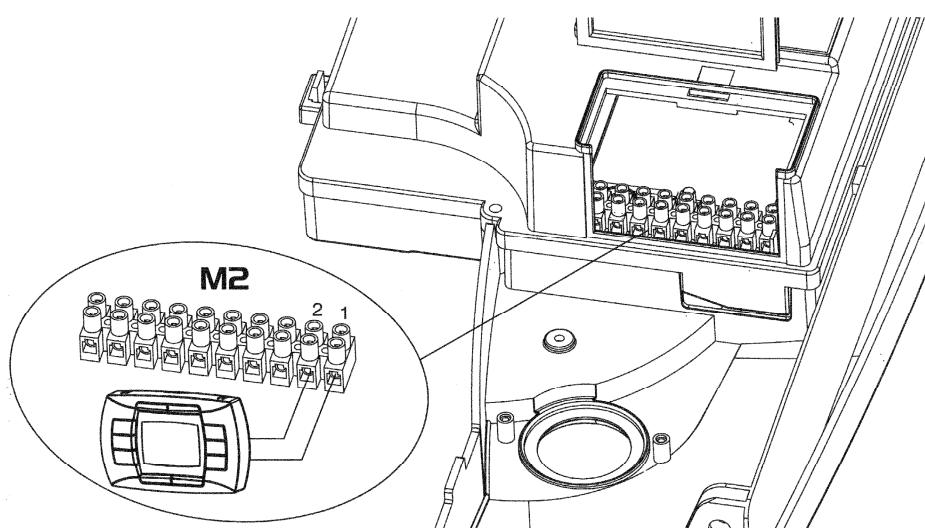

Рис.12
- открыть доступ к клеммной колодке **M2** как показано на рис.12;
- Открутить винт на штуцере (**Pa**, рис. 12а) и присоединить к штуцеру (**Pa**) манометр.
- Проверить динамическое входное давление газа (штуцер **Pa**, рис. 12а). Номинальные давления: **20 мбар** для природного газа, **37 мбар** для пропана или **30 мбар** для бутана.
- Открутить винт на штуцере **Pb** (рис. 12а) и присоединить к штуцеру **Pb** манометр. Для моделей 240 i/Fi использовать штуцер (3) расположенный на трубе подачи газа (Рис.12 б).
Рис.12а
Рис.12б (модели 240 i - 240 Fi)
- 1) снять трубку подачи газа (поз.1 на Рис.12б);
- 2) заменить диафрагму, установленную на газовом клапане (поз.2 на Рис.12б);